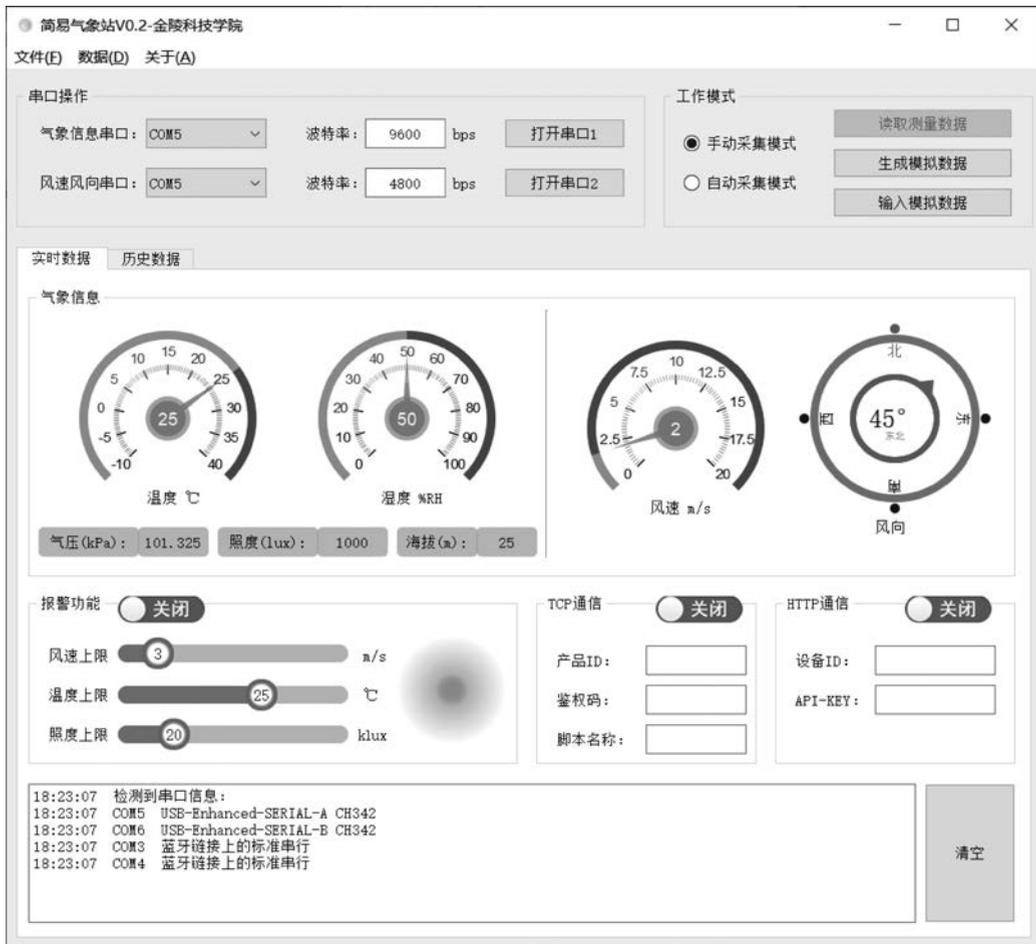

图 5.23 程序启动后的界面
(1) 图 5.23 是程序启动后的界面。程序启动后首先检测计算机的串口,并将串口信息输出在日志区域和串口列表中。在本例中,程序共检测到了 4 个串口信息,其中有两个来自于 USB 转接板。此外,程序启动后界面中的各个控件显示默认值,警告图标为绿色。